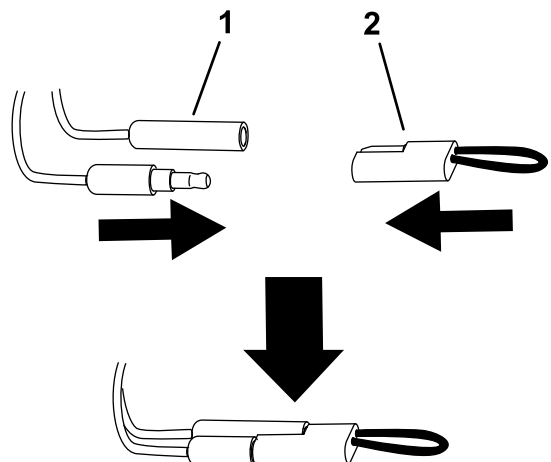

Figura 13
5. Desligue os conectores de calibração e instale o tampão nos conectores (Figura 13).